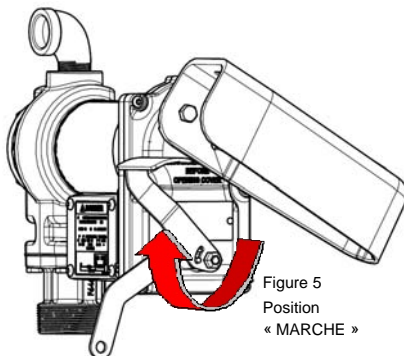

Figure 5
3. Connecter les fils de la pompe au secteur en respectant le schéma de câblage (page 11). S'assurer d'isoler correctement les connexions à l'aide de capuchons de connexion ou d'autres connecteurs appropriés. À noter que le fil de mise à la masse **DOIT** être connecté (la connexion du fil de mise à la masse est à l'intérieur de la boîte de jonction, voir Figure 5, page 11).
3. Amener le levier de commutation sur la position « MARCHÉ » pour mettre sous tension la pompe (Figure 5).